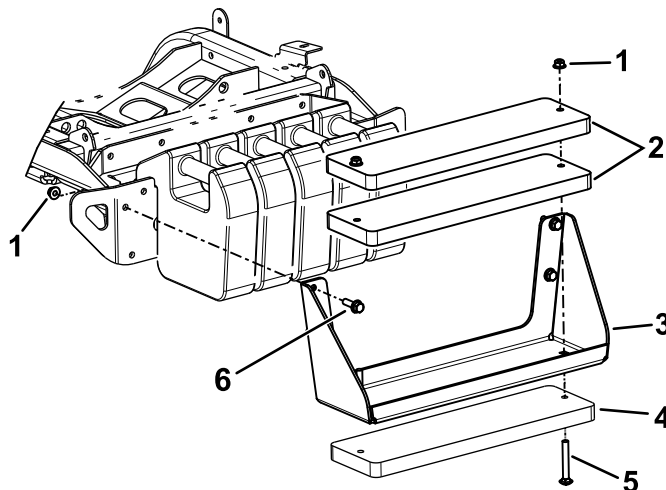

Figura 22
Notă: Consultați Figura 22 pentru acești pași.
- A. Utilizați uruburile ($\frac{3}{8} \times 4"$) și piulițe ($\frac{3}{8}"$) pentru a fixa cele 3 greutăți la suport (Figura 22).
- B. Utilizați uruburile și piulițele cu cap hexagonal (incluse în set) pentru a fixa suportul de greutate la maină (Figura 22).
- A. Îndepărtați suportul pentru greutate de la maină (Figura 22).
- C. Utilizați uruburile ($\frac{3}{8} \times 4"$) și piulițe ($\frac{3}{8}"$) pentru a fixa cele 3 greutăți la suport (Figura 22).
- D. Utilizați elementele îndepărtate anterior pentru a fixa la maină suportul pentru greutate (Figura 22).